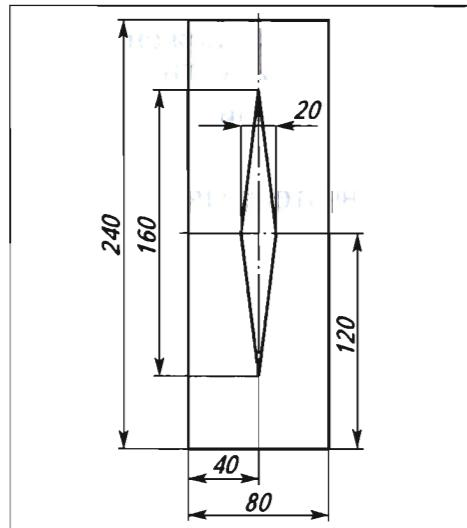

Рис. 51. Чертёж сплошной вытачки
2. Точно выполните операции по обработке сплошной вытачки на образце, изготовленном по чертежу (рис. 51).